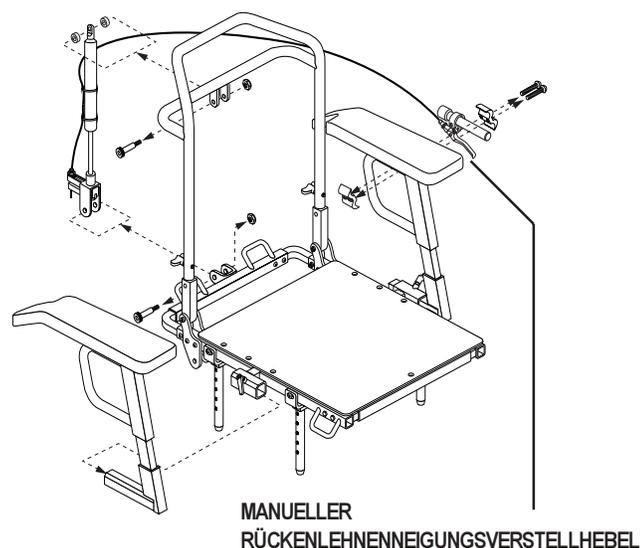

Abbildung 10. Manuelle Einstellung der Rückenlehnenneigung
1. Drücken Sie mit Ihrem Rücken fest gegen die Rückenlehne und drücken Sie den Einstellhebel, der an Ihrer Armlehne befestigt ist. Siehe Abbildung 10.
7. Entfernen Sie die Manuelle Rückenlehnenverstellbaugruppe und befestigen Sie es in der Klemmbefestigung der gegenüberliegenden Armlehne. Siehe Abbildung 10.